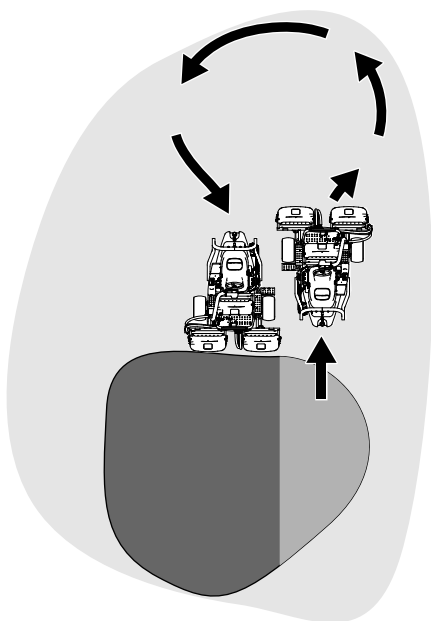

Figura 25
6. Para ganar tiempo y facilitar la alineación correcta para la pasada siguiente, gire la máquina momentáneamente en la dirección opuesta, y luego gire hacia la parte que todavía no está segada. Este movimiento forma un giro en forma de lágrima (Figura 25), que permite